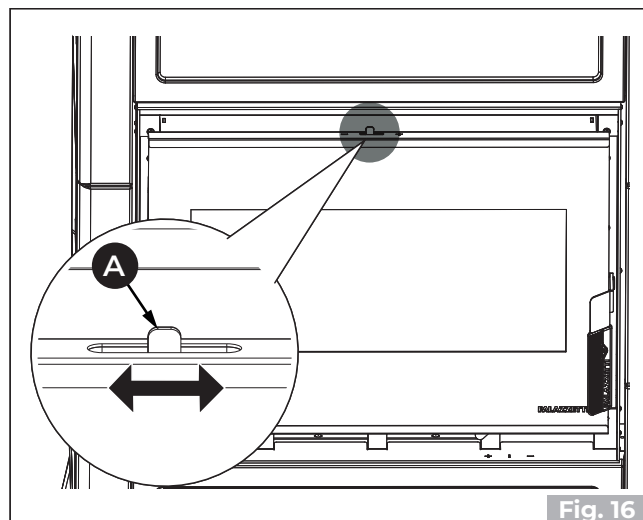

Fig. 16
Durant le fonctionnement de la cheminée, il est possible de favoriser le nettoyage du verre vitrocéramique à travers le levier de réglage (A) (Fig. 16) sans devoir ouvrir la porte.